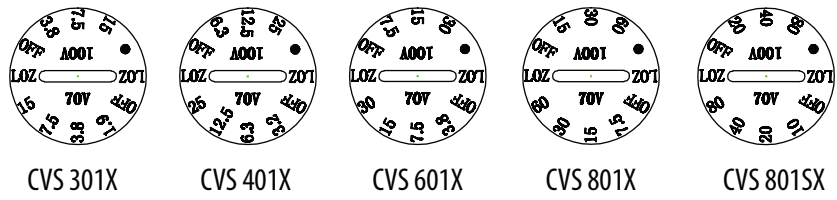

Fig.6 Chaves seletoras de alto-falante
- 6. O alto-falante está equipado com um transformador multi-tap para uso em sistemas de linha distribuída (Fig.6). Há também uma torneira LOZ. Selecione a torneira necessária antes de empurrar a grelha no lugar. A impedância média de cada alto-falante nesta faixa é de 8 Ohms na configuração LOZ.